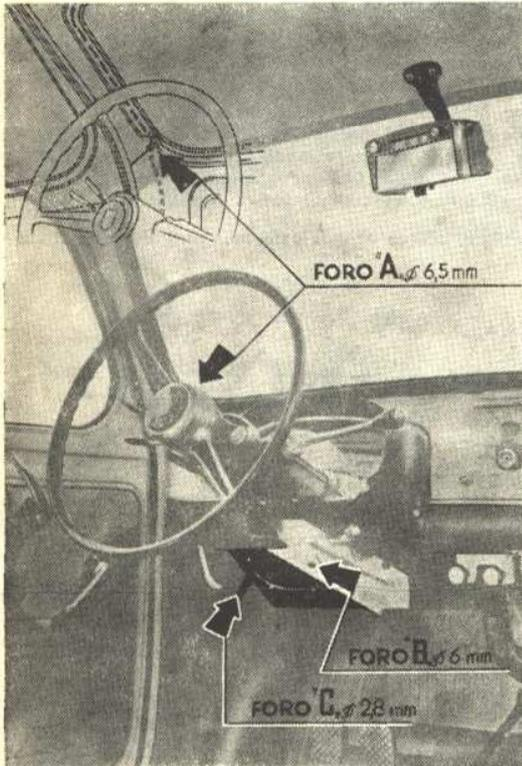
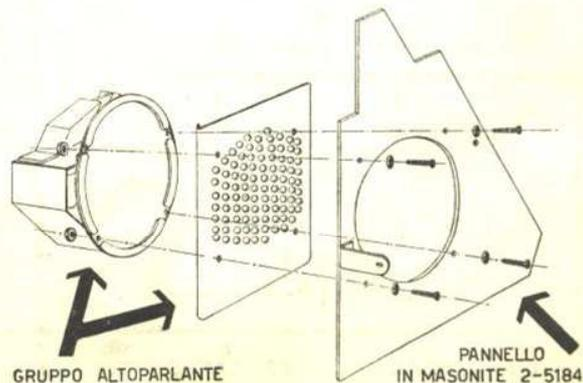

Fig. 1
Fig. 3
2) INSTALLAZIONE DEL GRUPPO SINTONIA (fig. 1 e 2)
I collegamenti elettrici vanno completati installando il cavetto schermato quadripolare 4-5222/1 destinato a collegare il gruppo sintonia al gruppo altoparlante, facendolo passare lungo la cornice del parabrezza sotto la guarnizione in gomma, secondo il percorso illustrato nella fig. 1. Nella stessa figura è indicata la posizione del foro da 6,5 da eseguire nel punto di unione del montante sinistro con la parte superiore della plancia, necessario per consentire il passaggio del cavetto sotto il cruscotto.
3) INSTALLAZIONE DEL GRUPPO ALTOPARLANTE (fig. 1 e 3)
Il gruppo altoparlante AI736, completato con il pannello in masonite come indicato dalla fig. 3, viene installato a sinistra del posto di guida, sotto il cruscotto nella posizione indicata nella fig. 1. Il lato sinistro, provvisto di staffetta, va fissato al pannello in masonite della vettura, mentre il lato destro va serrato al puntone di sostegno del cruscotto dopo aver praticati i fori C) e B) come in fig. 1.
DESCRIZIONE DEL CIRCUITO (V. schema di fig. 3)